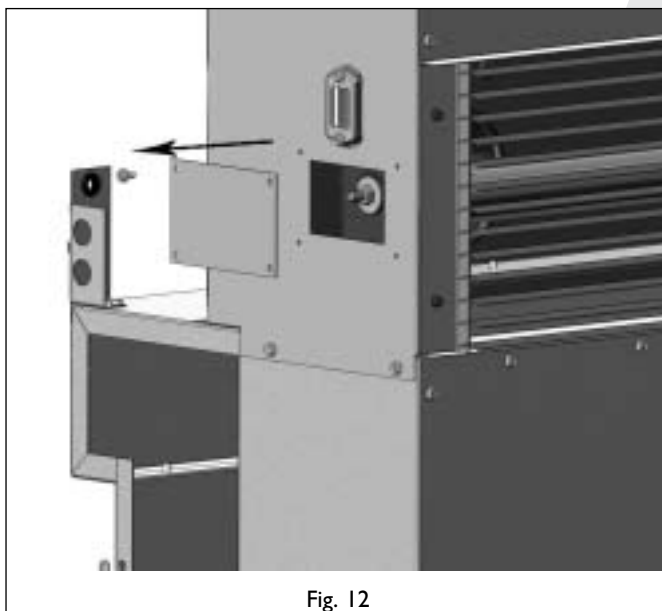

Fig. 12
- Retirez la plaque de couverture à gauche sur le boîtier de convection ; voir la fig. 12 ;